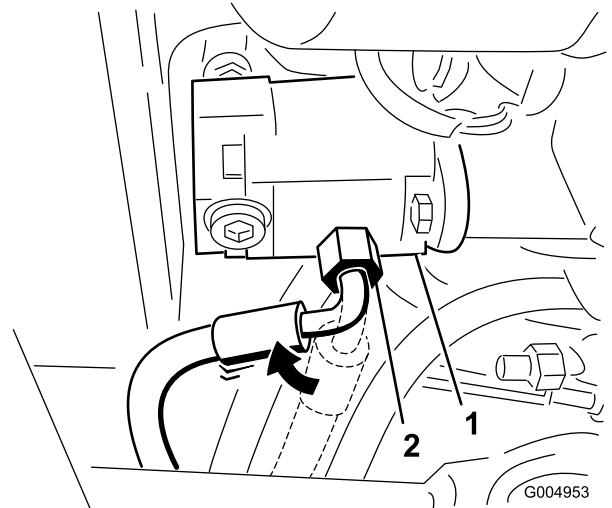

Figura 43
3. Afoje el acoplamiento de la manguera de presión en la bomba, y gire el acoplamiento 45 grados hacia la parte delantera de la máquina (Figura 43).
Nota: La Figura 43 muestra la vista desde debajo de la unidad de tracción.